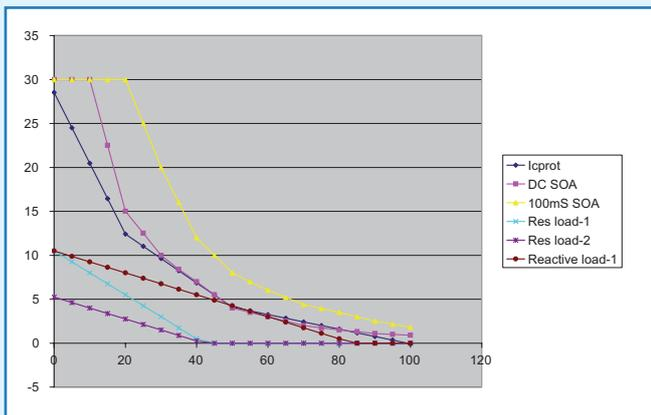

Figura 1. SOA, líneas de carga y localización de la protección. Ver texto para su explicación.
La **Figura 1** nos muestra las distintas curvas que necesitamos desarrollar en la protección SOA para dos pares de dispositivos de salida. La corriente  $I_c$  (A) está en la escala vertical, mientras que la tensión  $V_{ce}$  (V) lo está en la escala horizontal. Cuando  $V_{ce}$  es cero, significa que  $V_{out}$  es igual a  $V_{supply}$ . En la práctica, siempre habrá unos pocos voltios de  $V_{ce}$  que permanecerán como salida máxima, pero no tenemos que preocuparnos de ello por el momento. La curva en color cian nos muestra las combinaciones seguras en continua (DC) de  $I_c$  y  $V_{ce}$  para los transistores Darlington STD03, en paralelo, usados en este amplificador. La curva amarilla muestra los resultados para cargas que no permanecen conectadas más de 100 ms. Esto significa que las combinaciones de  $I_c$  y  $V_{ce}$  que caen por debajo y a la izquierda de la curva, son seguras. Pero tan pronto como se cruza la curva, el sistema de protección debe activarse. Como la música está compuesta de señales de impulsos y no tensiones DC, podríamos argumentar que la protección para la curva amarilla debería ser suficiente, pero si utilizamos la curva de color cian, tenemos un factor de seguridad adicional y también estaremos protegidos contra cortocircuitos en DC.
La **Figura 1** también muestra algunas líneas de cargas, las cuales son combinaciones de  $I_c$  y  $V_{ce}$ , requeridas para controlar una carga (resistiva), asumiendo que trabajamos con tensiones de alimentación de  $\pm 40$  V. La más baja, en color rosa, se corresponde con una carga de  $8 \Omega$ , mientras que la de azul más claro es para una carga de  $4 \Omega$ . Por ejemplo, en el caso de una carga de  $4 \Omega$ , vemos que cuando  $V_{ce} = 0$  la tensión de salida se corresponde con la tensión de alimentación (40 V en este caso) y, por lo tanto, la corriente  $I_{out}$  para  $4 \Omega$  es de 10 A. La curva marrón es también para una carga de  $4 \Omega$  pero, en este caso, con una componente reactiva máxima que genera un desplazamiento de fase de  $90^\circ$ . Ésta es una carga principal particular. Con  $V_{ce} = 40$  V estamos exactamente en el centro de las tensiones de alimentación (asumiendo una tensión de alimentación de  $\pm 40$  V), con  $V_{out} = 0$ . Con  $V_{ce} = 60$  V,  $V_{out}$  tendría un valor de -20 V negativos, pero  $I_c$  sería aún positiva (en torno a unos 3 A). Esto significa que el transistor
Por lo tanto, podemos conectarlo como un sencillo limitador de corriente que sigue, por ejemplo, la línea de carga compleja de  $4 \Omega$ . Pero entonces no podemos utilizar la zona amplia segura, especialmente con valores bajos de  $V_{ce}$  y con valores de  $I_c$  comprendidos entre 10 A y 30 A, los cuales pueden llegar a producirse con cargas de altavoces que tienen caídas de baja impedancia. Como se muestra en la **Figura 1**, está claro que no es suficiente con usar un sencillo limitador de corriente. Lo que buscamos es "modelar" la curva DC de color cian a nuestro circuito. Esto se puede hacer con algunos componentes del circuito no lineales. Mi curva de protección SOA que intento conseguir se muestra en color azul oscuro. Dicha curva tiene tres puntos de inflexión en  $V_{ce} = 20$  V y  $V_{ce} = 50$  V.